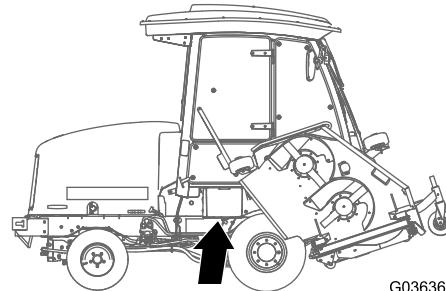

Figure 64
- Ouvrez le couvercle de la batterie sur le côté du carénage (Figure 64).
Remarque: Appuyez sur la surface plate au-dessus du couvercle de batterie pour faciliter la dépose du couvercle (Figure 64).